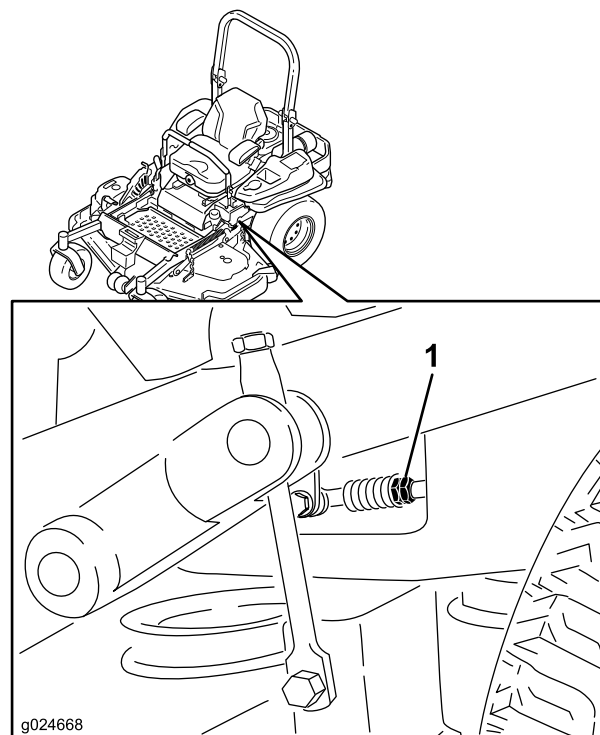

Figure 79
8. Réglez la longueur des tiges de pompe en tournant les doubles écrous dans le sens voulu jusqu'à ce que les roues tournent légèrement en arrière (Figure 79).